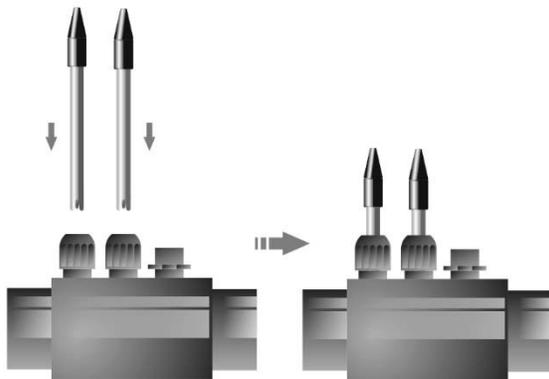

Abb. 2a
1. Die pH- und ORP-Sensoren, die mit dem Gerät geliefert wurden, in die entsprechenden Steckplätze des Sondenhalters einstecken. (Abb. 2a)